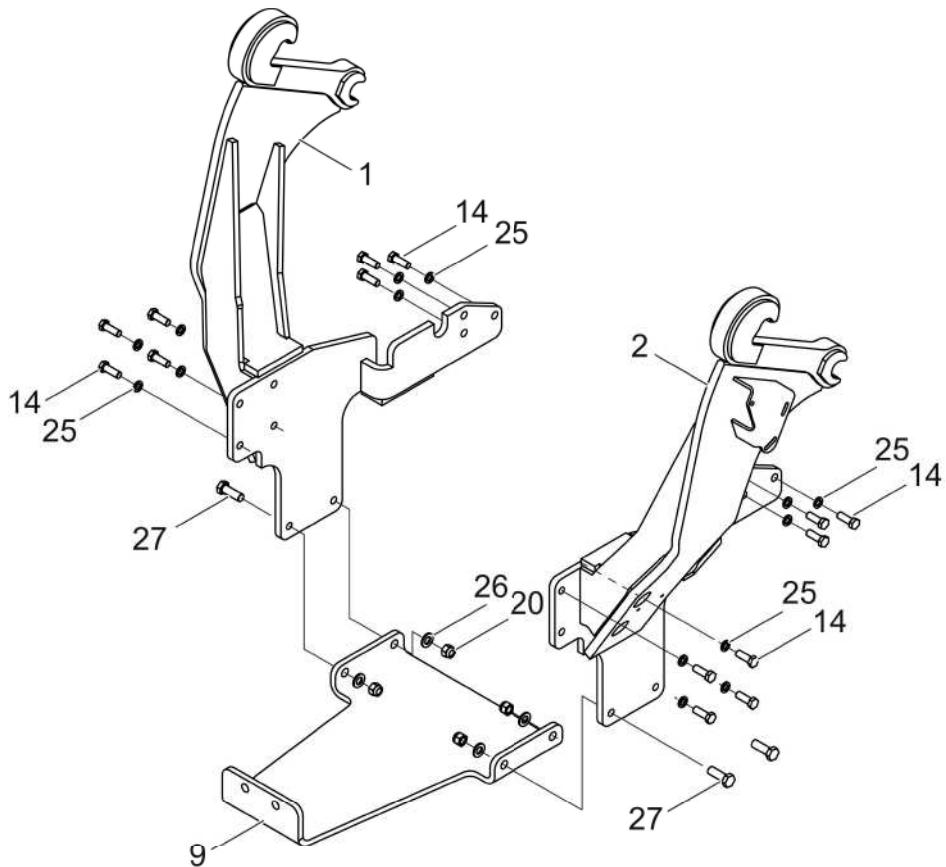

РИСУНОК 4.2 А Монтаж несущей рамы на тракторах KIOTI DK551C с экскаватором KB2375
(1)- левый кронштейн; (2)- правый кронштейн; (9)- кронштейн; (14)- болт M14x1,5x40; (20)- самоконтрящаяся гайка M16; (24)- упругая шайба Z10,2; (25)- упругий шайба Z14,3; (26)- шайба 16-100HV; (27)- болт M16x55
В тракторах KIOTI DK551C с экскаватором KB2375 перед началом монтажа необходимо демонтировать регулятор давления воздуха и кронштейн для поддержки гидропроводов. Переднюю и заднюю часть кронштейнов (1) и (2) (РИСУНОК 4.2 А) необходимо привинтить при помощи болтов (14) с шайбами (25). Между кронштейнами(1) и (2) необходимо прикрепить при помощи болтов (27), гаек (20) и шайб (26) кронштейн(9).